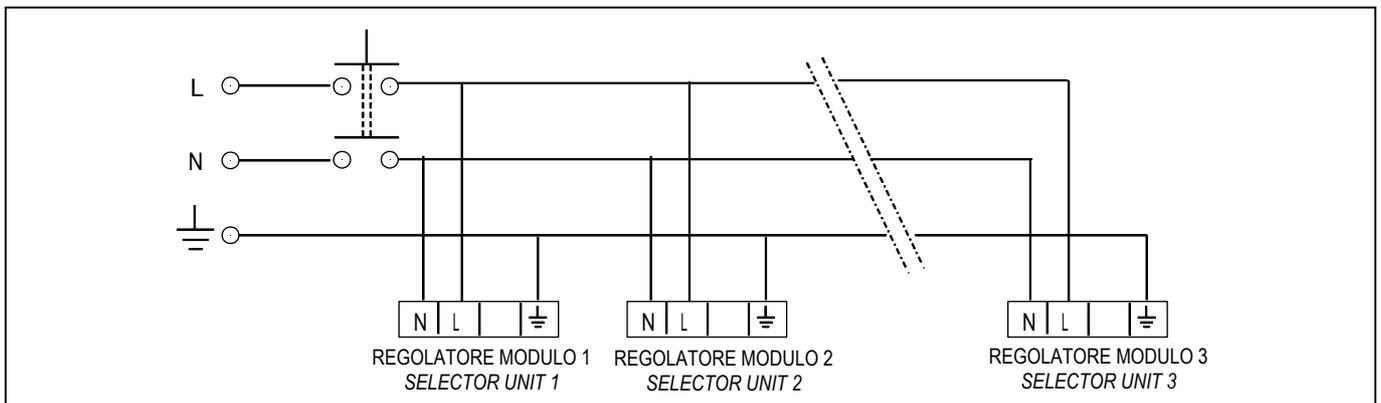

Figura 9 – Figure 9
11. Il funzionamento di uno o più moduli può essere comandato da un unico interruttore manuale posto in un apposito quadro elettrico oppure, se si vuole automatizzare il funzionamento, si possono collegare in parallelo i moduli a un microinterruttore posto sul portone (vedi Figura 9).